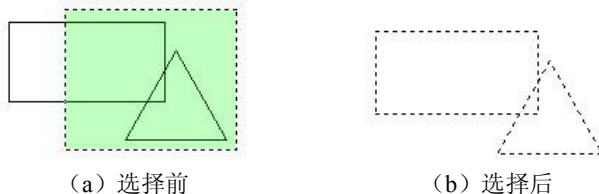

图 2-49 C 窗口选择图形对象
③C 交叉窗口选择。在合适的位置从右往左拖动鼠标，形成一个绿色矩形虚线窗口，部分或全部位于窗口内部的对象全部都被选中，如图 2-49 所示，矩形和三角形都被选中。